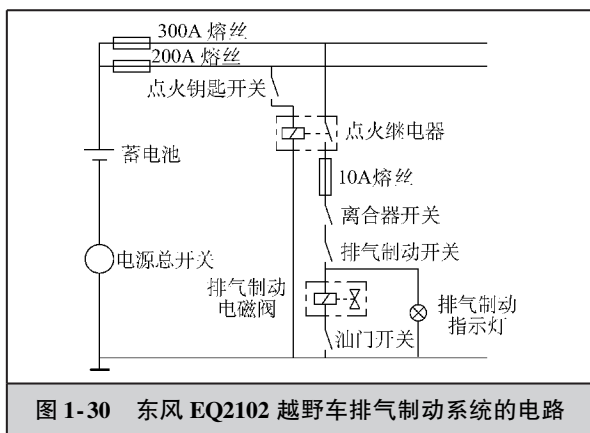

图 1-30 东风 EQ2102 越野车排气制动系统的电路
2) 东风 EQ2102 越野车排气制动系统的电路。东风 EQ2102 越野车排气制动系统的电路电流由蓄电池经过 200A 熔丝和点钥匙开关后，使点火继电器吸引线圈得电，从而使点火继电器常开触点闭合，电流由蓄电池正极→300A 熔丝→点火继电器常开触点→10A 熔丝→离合器开关→排气制动开关→排气制动电磁阀→节气门开关，回蓄电池负极，排气制动电磁阀工作，并且同时接通排气制动指示灯电路，如图 1-30 所示。